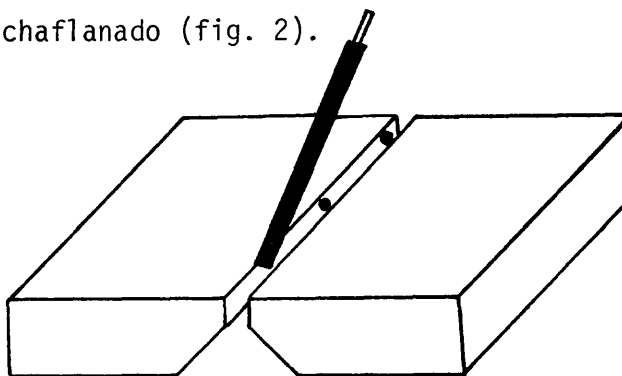

Fig. 2
1) Siempre que sea posible, puntee las piezas por la parte posterior del chaflanado (fig. 2).